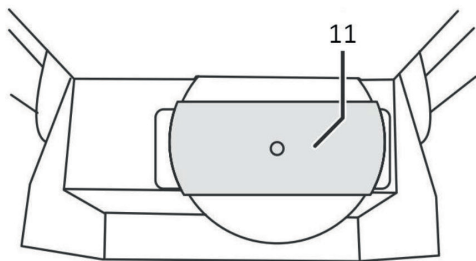

Рис. 6
3. Снимите защитный кожух (11) (Рис. 6).